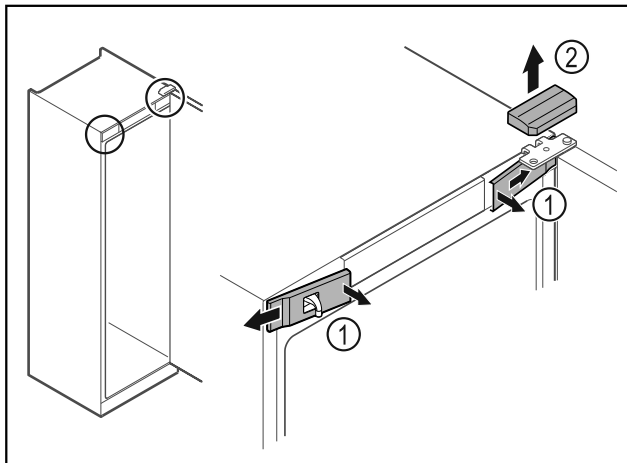

Fig. 13
- ▶ Trekk de innvendige dekslene foran Fig. 13 (1) ut av stilling, og ta dem av sidelengs.
- ▶ Trekk det øvre dekselet Fig. 13 (2) opp og av.